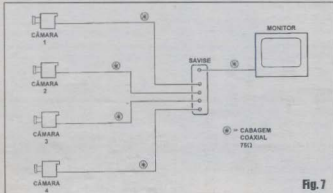

Fig. 7
- FIG. 7 - UTILIZAÇÃO/CONEXÕES GERAIS DO SISTEMA - Mais óbvio do que isso, só mesmo *descobrir* que *coêz fêzê*... As câmaras (de 2 a 4, conforme já